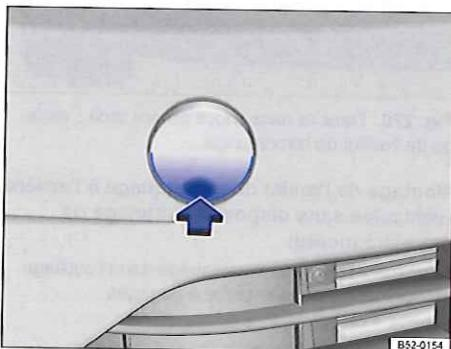

Fig. 267 Dans le pare-chocs avant droit : dépose du cache
- Appuyez sur la zone inférieure du cache \Rightarrow fig. 267 (flèche) pour défaire le crantage du cache.